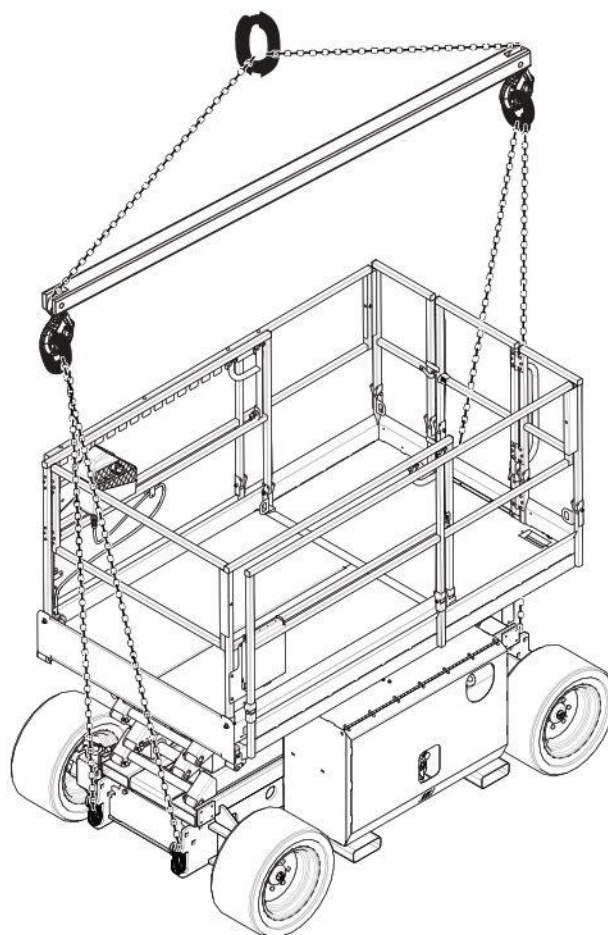

Figura 06 Método adecuado para la elevación
- Fije los elementos de anclaje/sujeción a los **cuatro puntos de elevación 1**. Consulte la Figura 06.